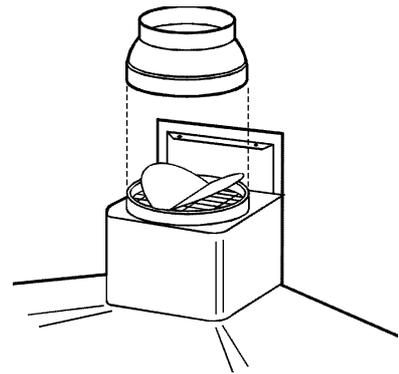

fig.14
6. Positionnez la bride de raccord sur la buse (fig. 14).